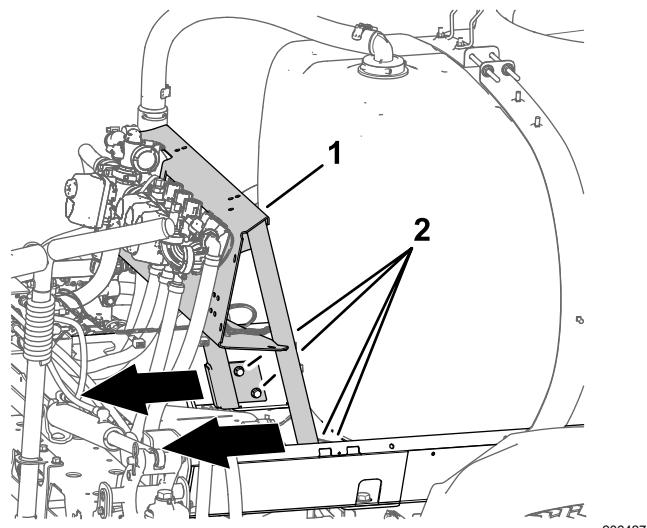

Figure 11
- Desserrez les 4 boulons à embase (3/8 x 1") et les 4 contre-écrous à embase (3/8") qui fixent le support de vannes au cadre de la cuve (Figure 11).
- Déplacez le support de vannes vers l'arrière (Figure 11).